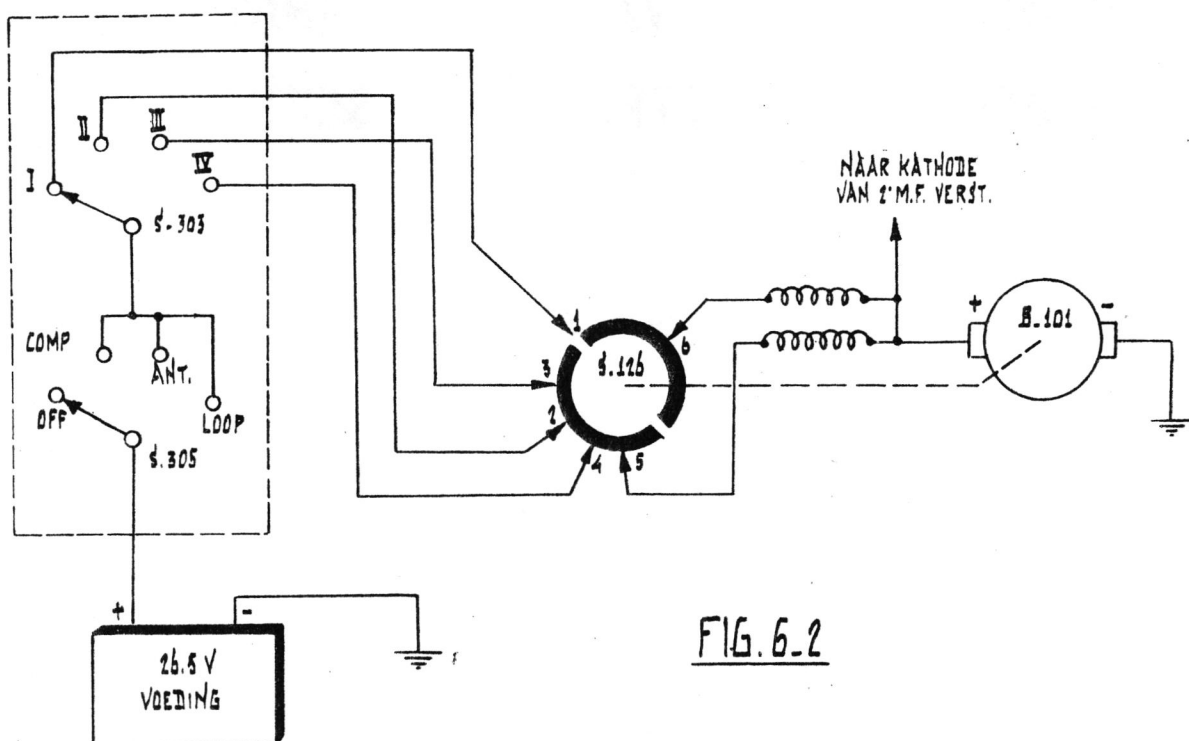

FIG. 6-2
2. Het bandschakelmechanisme (fig. 6-2)